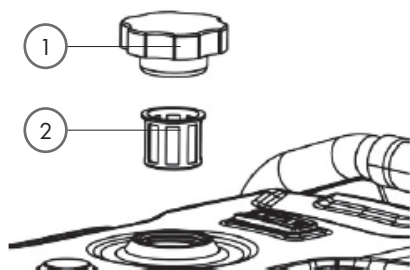

Рис. 13
Перед снятием крышки топливного бака (1) (рис. 13) следует протереть ее и пространство вокруг нее. Это позволит уменьшить количество загрязняющих веществ, проникающих в топливную систему.